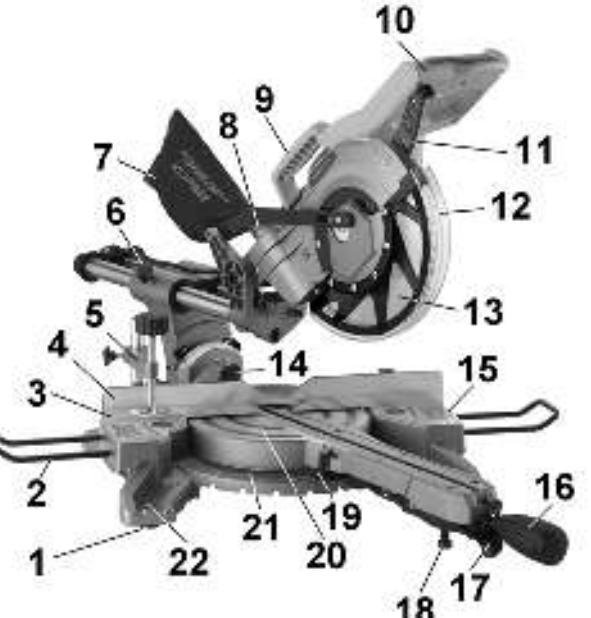
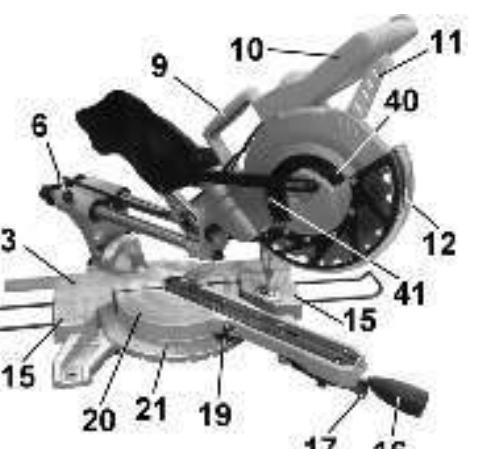
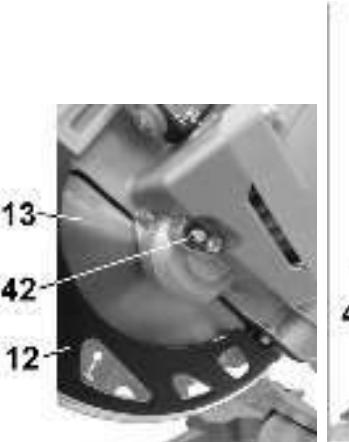

Рис. 2
Рис. 7
Рис. 8
7.1. Пила состоит из следующих сборочных единиц и деталей. (Рис. 2; 3)
## 8. СБОРКА И ПОДГОТОВКА К РАБОТЕ, Рис. 2 ÷ 7
### 8.2. Приведение пилы в верхнее положение (Рис. 2; 3; 6; 7)
### 8.3. Транспортировка (Рис. 2;6;7)
### 8.4. Установка поворотного стола в положение 0° (Рис.2; 7)
8.5. Замена пильного диска. Пила KORVET 8-310C оснащена пильным диском (13) (Ø210мм x 30мм), Рис.2; 9. В комплект поставки не входят переходные кольца, предназначенные для установки пильного диска (13) с другими посадочными диаметрами.
8.5.1. Снятие пильного диска (Рис. 2; 7÷10). Демонтируйте винт крепления (41). Переведите защитный кожух (12) и кожух (40) в верхнее положение так, чтобы освободить доступ к креплению пильного диска (13), Рис.7. Нажмите и удерживайте кнопку блокировки (42), Рис.8, проворачивая пильный диск (13) до его блокировки. Выкрутите болт (46) по часовой стрелке. Снимите наружный фланец (47) и пильный диск (13), Рис. 9; 10. Для снятия пильного диска (13) отведите рычаг блокировки кожуха (11), переведите защитный кожух (12) в верхнее положение.
Очистите и насухо протрите шпиндель (44), фланцы (43 и 47), пильный диск (13) и болт (46). Установите пильный диск (13) в соответствии с последовательностью, указанной на Рис.10 так, чтобы зубья пильного диска (13) были направлены вниз в передней части пилы, Рис.2; 3. На шпиндель (44) установите внутренний фланец (43), пильный диск (13) с соответствующим посадочным диаметром. Установите наружный фланец (47). Закрутите болт (46), Рис.10, вращением против часовой стрелки, удерживая кнопку блокировки (42) в нажатом положении, Рис.8; 9;10. Установите и закрепите кожух (40).